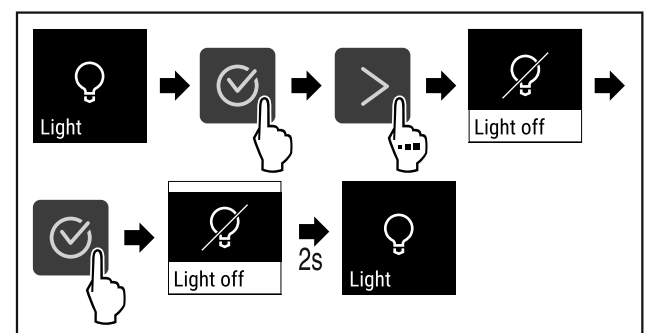

Fig. 85
- ▶ Suorita toimenpidevaiheet (katso Fig. 85) .